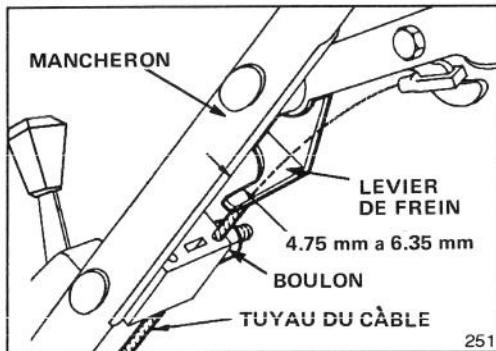

Figure 30
2. VERIFIEZ LE REGLAGE (Fig. 30) — Déplacez la barre de commande vers le guidon jusqu'à ce que le "mou" du fil soit supprimé. L'espace entre le levier de frein et le guidon doit être d'1/8" à 3/16" (3 mm à 4.75 mm). Voir point 3 pour le réglage.
3. REGLEZ LE TUYAU DU CABLE — Desserrez l'écrou sur le support du câble (Fig. 30). Insérez un objet d'1/8" à 3/16" (4.75 mm à 6.35 mm) entre le levier de frein et le guidon. Tirez sur le câble vers le bas jusqu'à ce que le "mou" soit éliminé. Puis resserrez l'écrou.